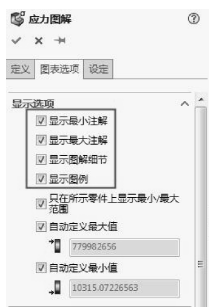

图 9-79 设置【图表选项】
- 03 更改图解。右击【应力 1】图标，在弹出的快捷菜单中选择【应力图解】命令，弹出【应力图解】属性面板。在【图表选项】选项卡下勾选部分复选框，单击【确定】按钮，完成操作，如图 9-79 所示。